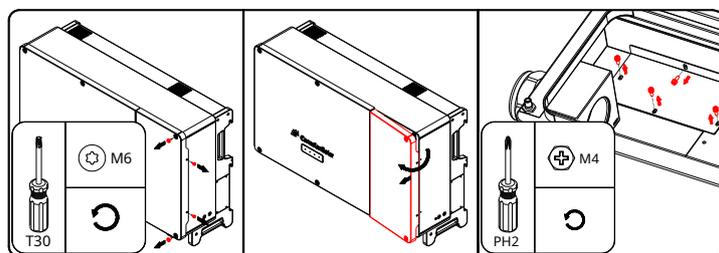

Figura 3.7-5 Abra a caixa de junção e remova a tampa protetora da placa de comunicação
- 4) Conforme Figura 3.7-5, primeiro abra a caixa de junção; em seguida, remova a tampa protetora da placa de comunicação.
- 9) Após a conclusão da fiação, recoloca a tampa protetora da placa de comunicação e feche a caixa de junção na ordem inversa da Figura 3.7-5. Torque M4: 1,5 Nm, Torque M6: 4,5 Nm